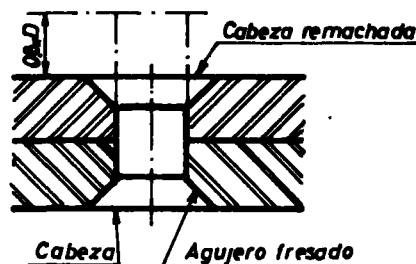

Fig. 5
- Para cabeza fresada:  $E = 0,8\phi$  (fig. 5).